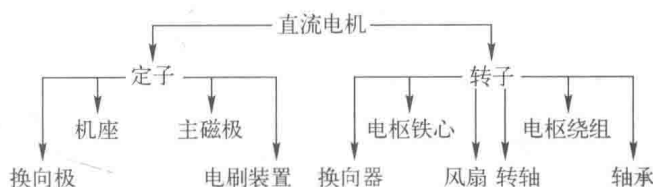

图 3-1 直流电机心的组成
1. 直流电动机主要由定子、转子、电刷装置、端盖、轴承、通风冷却系统等部件组成。定子由机座、主磁极、换向极、电刷装置等组成，如图 3-1 所示。转子（又称电枢）由电枢铁心、电枢绕组、换向器、转轴和风扇等组成。